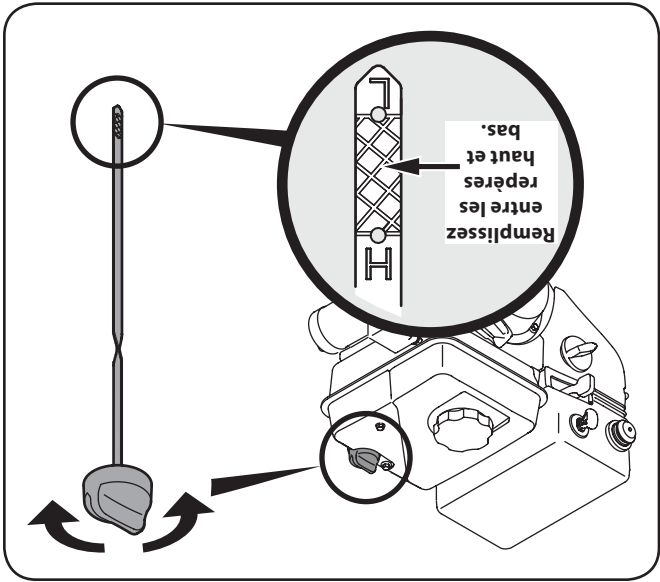

Figure 3-2
4. Desserrez et enlevez le capuchon/jauge de la goulotte de remplissage de l'huile. Prenez note de le niveau de l'huile, si le niveau d'huile est en bas de le repère bas (L), ajoutez lentement de l'huile jusqu'à ce que le niveau se trouve à la repère haut (H). Voir la Figure 3-2 ou 3-3, selon celui qui s'applique.
- Maintenir le niveau d'huile entre les repères haut (H) et bas (L) de la jauge à huile ou à la limite de débordement dans le cas d'un moteur sans jauge à huile. Voir la Figure 3-2.
1. Enlevez le capuchon de remplissage de l'huile et essuyez la jauge à huile. Voir la Fig. 3-2.
3. Enlevez le capuchon de remplissage de l'huile. Si le niveau d'huile est bas, ajoutez lentement de l'huile jusqu'à ce que le niveau d'huile soit entre les repères haut (H) et le bas (L). Voir la Fig. 3-2.